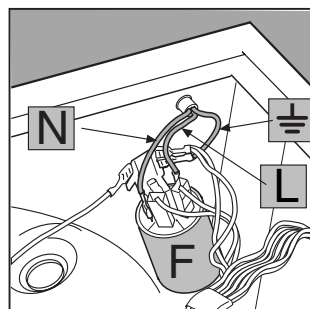

Рис. 4
3. Отсоедините провода от подавателя радиопомех **F** (рис. 4). Обратите внимание на цвет и расположение проводов: **синий** = провод **N**, **коричневый** = про-